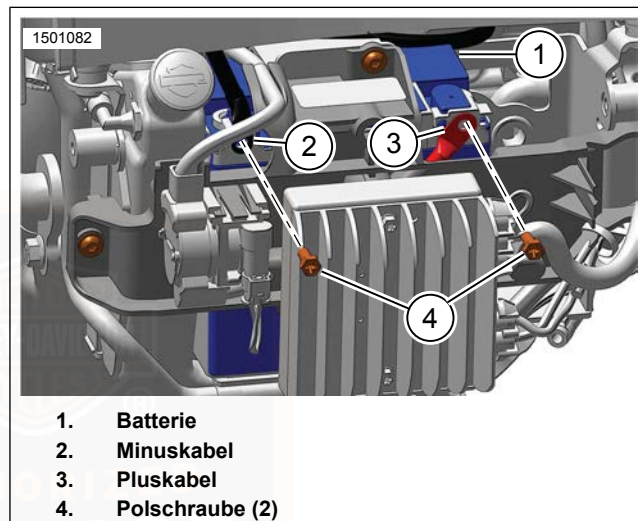
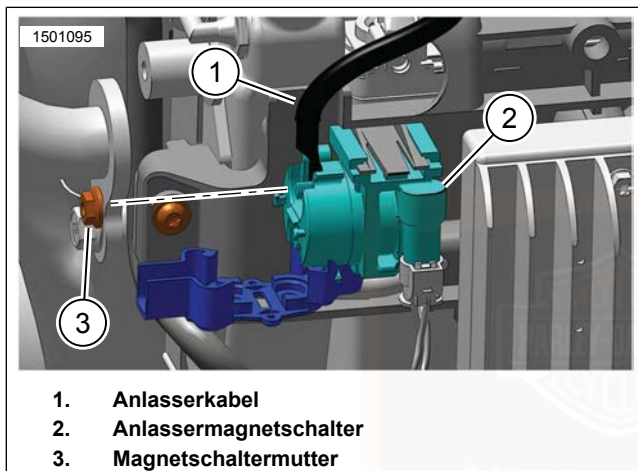

Abbildung 66. Batteriekabel
Abbildung 67. Anlasserkabel
2. Siehe Abbildung 66. Das Batterieminuskabel (2) von der Batterie (1) abklemmen.
3. Das Batteriepluskabel (3) von der Batterie abklemmen.
4. Siehe Abbildung 67. Das Anlasserkabel (1) vom Anlassermagnetschalter (2) abklemmen.
4. Siehe Abbildung 66. Das Batteriepluskabel (3) an die Batterie anschließen. Festziehen.
6. Siehe Abbildung 67. Das Anlasserkabel (1) an den Anlassermagnetschalter (2) anschließen. Festziehen.